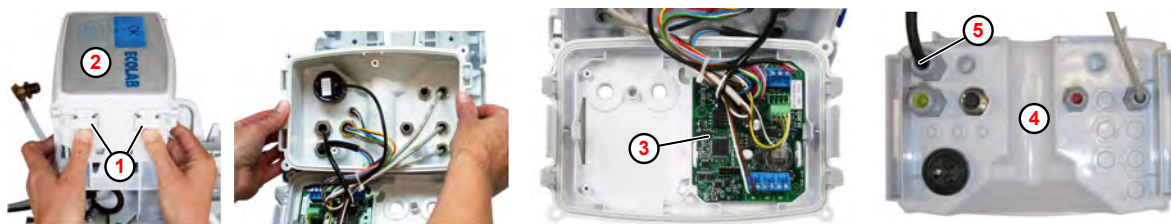

Fig. 8: Alimentazione di tensione
- ① Linguetta
- ② Modulo elettronico
- ③ Scheda WWC
- ④ Modulo elettronico (fondo)
- ⑤ Pressacavo
1. ➤ Premere le linguette di sicurezza (Fig. 8 , ①) su un lato, per allentare il modulo elettronico ② tirandolo via dal fermo.
- ⇒ Nel coperchio si trova la scheda WWC ③ con l'alimentazione di tensione delle linee dell'impianto elettronico.
3. ➤ Ruotare l'alloggiamento dell'elettronica ④ .
- ⇒ I pressacavi ⑤ sono ora accessibili liberamente.